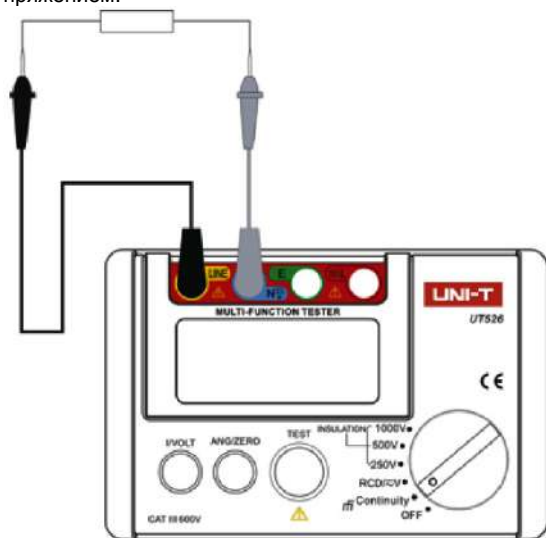

Рисунок 2
7. ТЕСТИРОВАНИЕ ЗАЗЕМЛЕНИЯ (см. рисунок 2)